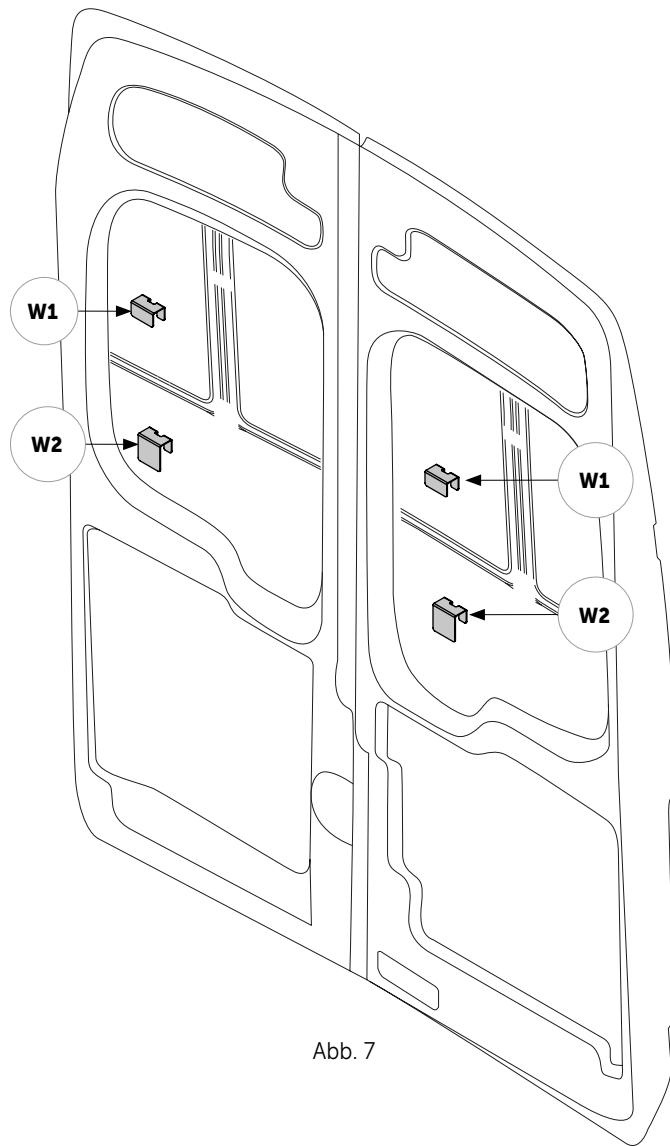

Abb. 7
9. Bringe den Organizer an der Karosserie an und achte darauf, dass er richtig sitzt. Reinige und entfette die Fläche, auf der die Verstärkungen **W1** und **W2** an die Karosserie geklebt werden. Ziehe das Montageband ab und klebe **W1** und **W2** auf die Karosserie (Abb. 7 und Abb. 8).